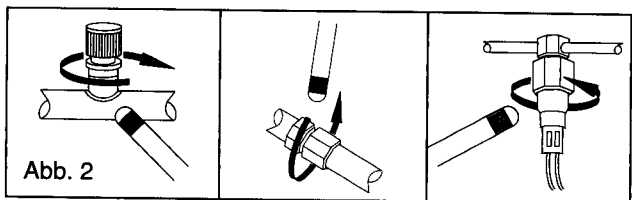

Abb. 2
5. In allen zu untersuchenden Bereichen die Sonde nicht schneller als 25 bis 50 mm/s (1-2 in./sec) durch den Testbereich bewegen und nicht weiter als 5 mm (1/4 in.) von der Oberflche weghalten. Ein langsames und nheres Abtasten erhht die Chancen, da ein Leck erkannt wird (siehe Abb. 2). Jedes beschleunigte Ticken weist auf ein Leck hin.